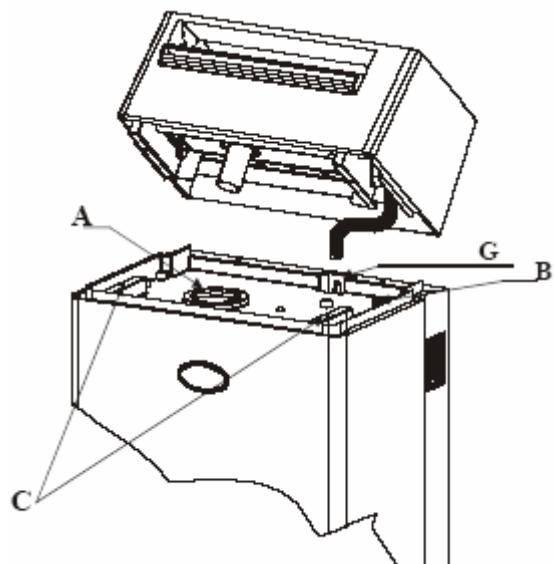

Рис. 5.3
Порядок действий (см. рис. 5.3)
10. Проделайте отверстие диаметром 40 мм в закрытом уплотнительном кольце A, расположенном в верхней части увлажнителя (см. рис. 5.3);
13. Подсоедините свободный конец трубы для отвода конденсата к патрубку G, расположенному в верхней части увлажнителя (см. рис. 5.3) или к системе канализации;